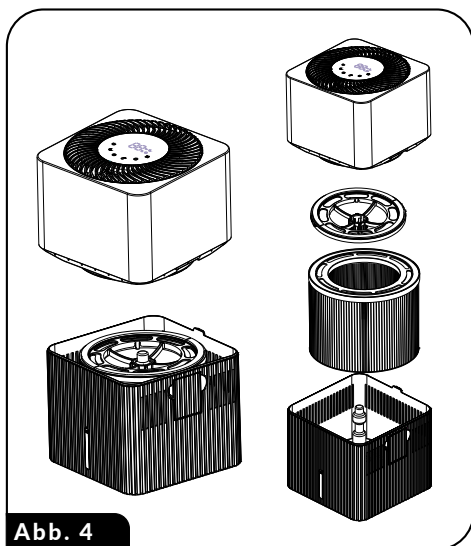

Abb. 4
1. Das Luftbefeuchtergehäuse (3) vom Wasserbehälter (10) abnehmen. Den Blockaderring des Schwimmers (4), den Filter (6) und den Schwimmer (5) herausnehmen.
3. Den Wasserbehälter (10) mit warmem Wasser füllen und reinigen. Bei starken Verunreinigungen ein sanftes Reinigungsmittel verwenden und anschließend ausspülen. Den Wasserbehälter häufig reinigen (alle 1-2 Tage).
4. Den Schwimmer (5) bei Bedarf sanft mit Wasser reinigen.
6. Den Wasserbehälter regelmäßig entkalken (10). Eine Essig-Wasser-Lösung (im Verhältnis 1:1) in den Behälter füllen und einige Stunden einwirken lassen. Nach dem Entkalken die Essigmischung aus dem Behälter schütten und den Behälter unter fließendem Wasser ausspülen.
7. Der Luftbefeuchter verfügt über einen Betriebsstundenzähler, der nach 4320 Stunden (180 Tagen) den Austausch des Verdunstungsfilters (6) signalisiert - auf dem LED-Display wird das Symbol „FR“ eingeblendet. Nach dem Austausch des Filters die Filteruhr zurückstellen. Hierzu die Ein/Aus-Taste (2a) bei eingeschaltetem Gerät 3 Sekunden lang gedrückt halten. Den Filter entsprechend folgender Hinweise austauschen (das Montageschema der einzelnen Bauteile ist auf Abb. 4 zu sehen):
- Das Luftbefeuchtergehäuse (3) vom Wasserbehälter (10) abnehmen
- Den Blockaderring des Schwimmers (4) aus dem Verdunstungsfilter nehmen
- Den Blockaderring des Schwimmers (4) auf den Filter setzen
- Das Gehäuse (3) wieder auf dem Behälter (10) anbringen.